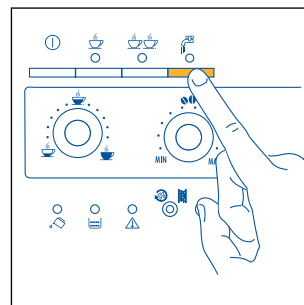

Fig.21
- Druk op de toets  (fig. 21). Het controlelampje  licht op om aan te geven dat de functie geselecteerd werd.
- Druk op de toets  (fig. 21) (Het is raadzaam niet langer dan 2 minuten warm water af te geven).